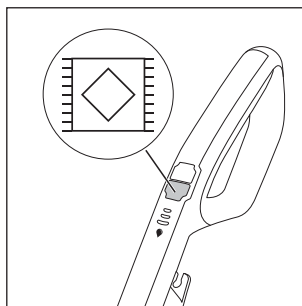

Fig. 17
- ◆ Per accendere l'apparecchio premere l'interruttore Moquette  **13** (vedere fig. 17). Il LED dell'interruttore Moquette  **13** si accende con luce blu.
- ♦ Per spegnere l'apparecchio premere nuovamente l'interruttore Moquette  **13** (vedere fig. 17).